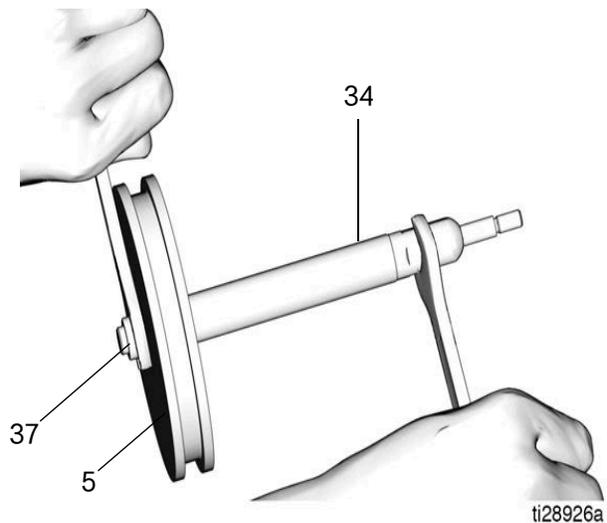

图 31
7. 将螺母 (37) 安装在活塞杆 (34) 上。使用两个扳手以相反方向用力, 拧紧螺母。用一个开口扳手固定住活塞杆的平面, 使用另一个扳手拧紧螺母, 如图 31 所示。用 13 至 15 英尺磅 (17.6 至 20.3 牛·米) 的扭力拧紧螺母。